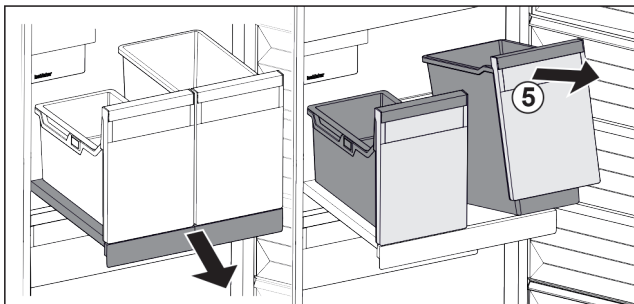

Fig. 22
- ▶ Sollevare il contenitore Fig. 22 (5) dal lato anteriore.